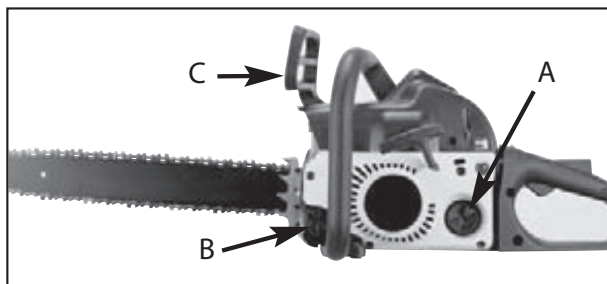

Рис. 8
1. Залейте в бак (А) правильно приготовленную топливную смесь (Рис. 8).
2. Залейте в бачок (В) смазку нужного типа (Рис. 8).
3. Перед запуском двигателя убедитесь, что тормоз цепи выключен (С) (Рис. 8).